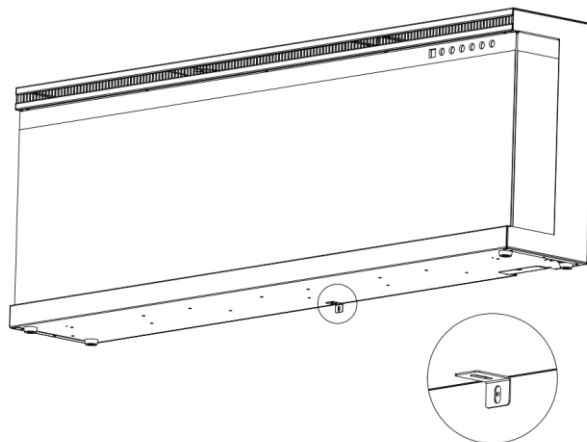

Fig 1-2
B. Utilice este tornillo para montar el soporte en forma de „L” (J) en el fondo de la chimenea. (Fig. 1-2)